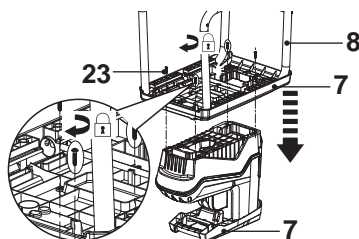

Fig. 2
2. Coloque a estrutura (8) voltada ao contrário e monte a placa de base (7) na unidade do motor. Certifique-se de que o formato na unidade do motor corresponde ao formato na placa de base (Fig. 2, passo 1).
3. Alinhe os orifícios e fixe a ligação com os parafusos (x4) (23) (Fig. 2, passo 2).